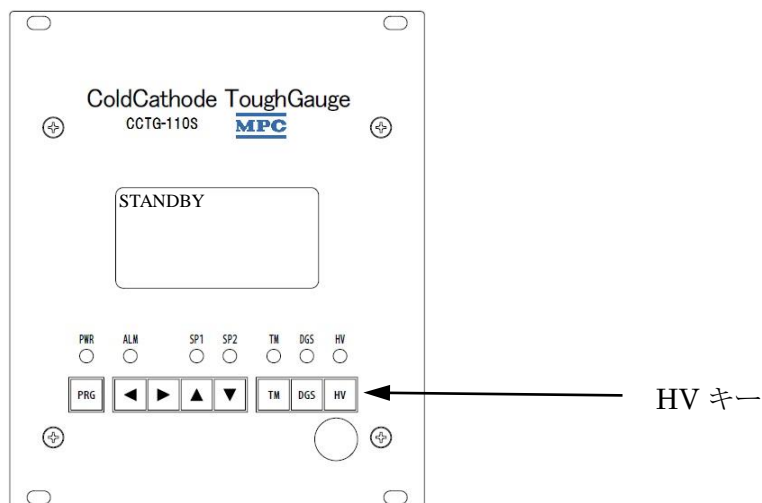

図 14 待機モード画面
- (1) 真空装置を作動させて、排気を行います。
- (2) 圧力が測定圧力範囲内にあることを確認します。
- (3) 画面に「STANDBY」と表示された状態（「図 14 待機モード画面」参照）で、HV キー（図 3-⑮）を押すと測定を開始します。